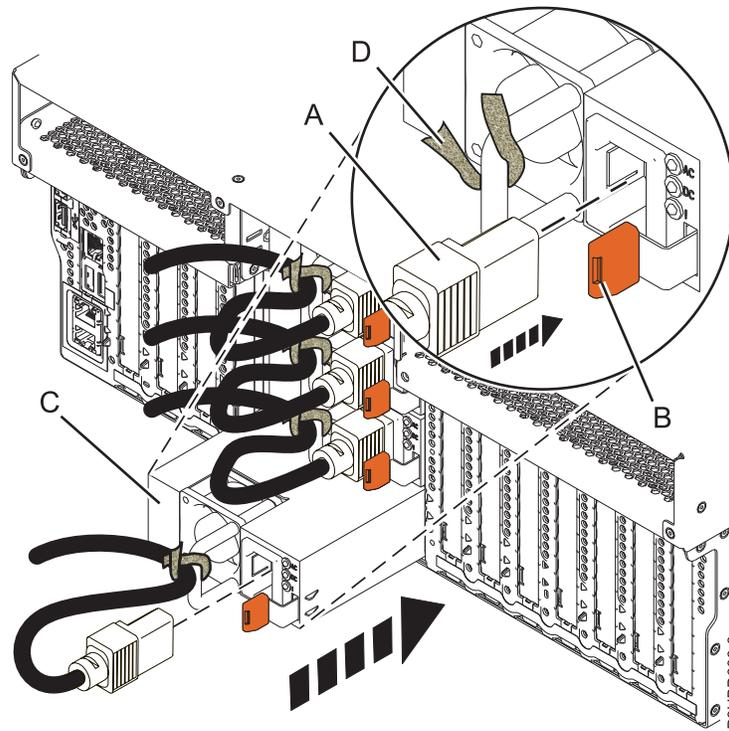
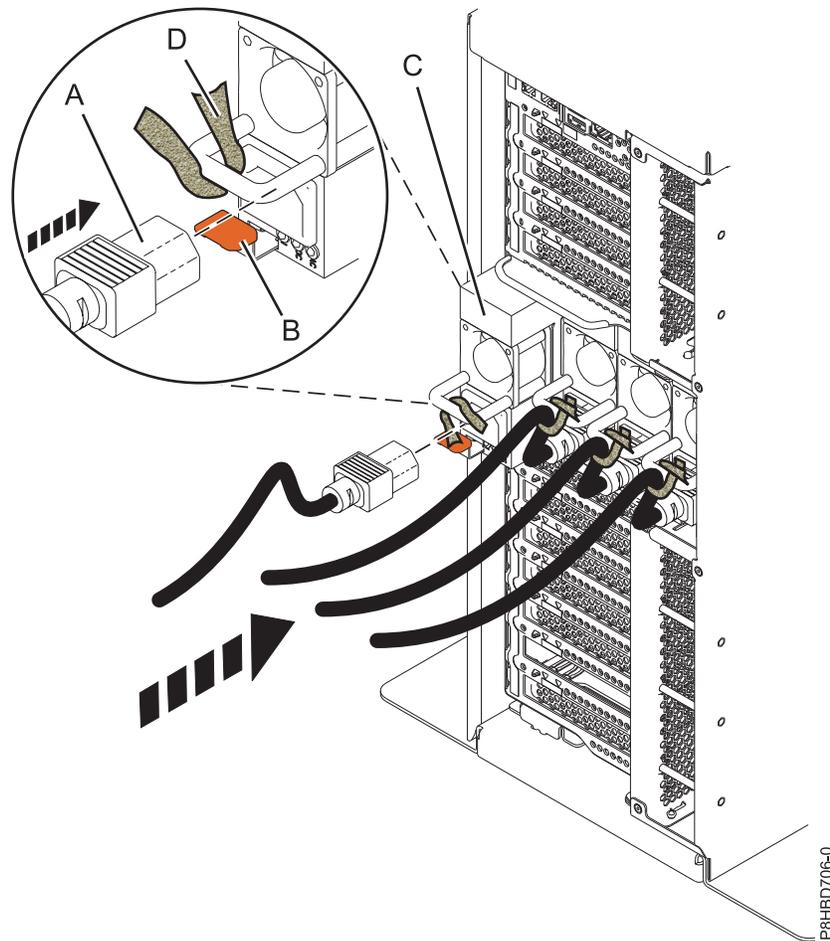

Figure 9. Remise en place d'un bloc d'alimentation dans un système monté en armoire
Figure 10. Remise en place d'un bloc d'alimentation dans un système autonome
3. Alignez le bloc d'alimentation (C) avec la baie et faites-le glisser dans le système jusqu'à ce que le taquet terracotta (B) s'enclenche à sa place, comme illustré à la figure 9, à la page 11 pour un système monté en armoire et dans la figure 10, à la page 12 pour un système autonome.
4. Connectez le cordon d'alimentation (A) au bloc d'alimentation (C), comme illustré à la figure 9, à la page 11 pour un système monté en armoire et dans la figure 10 pour un système autonome.
5. Utilisez l'attache velcro (D) pour fixer le cordon d'alimentation sur la poignée du bloc d'alimentation, comme illustré à la figure 9, à la page 11 pour un système monté en armoire et dans la figure 10 pour un système autonome.